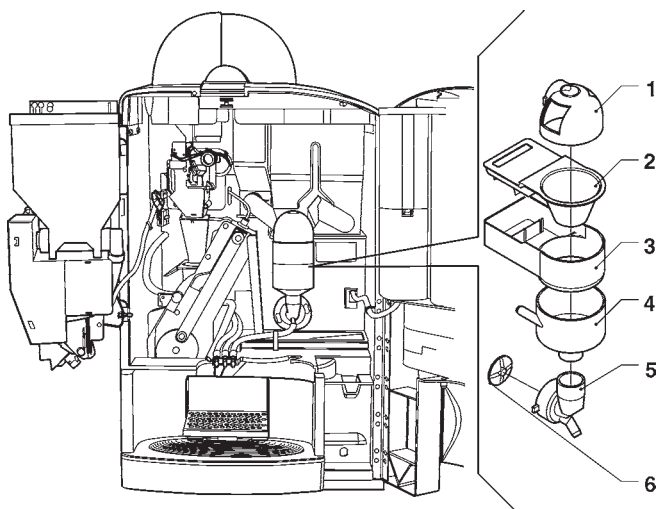

Fig. 24
- Enlever des mixers les convoyeurs, les entonnoirs des poudres et les entonnoirs de l'eau, les tiroirs des poudres et les rotors des mixers (voir fig. 24) ;